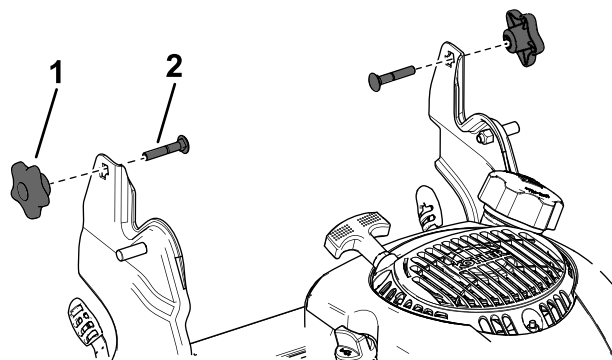

Figura 20
3. Sin ajustarlos, instale los pomos del manillar y los pernos de cuello cuadrado en los soportes del manillar (Figura 20).